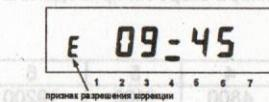

Рисунок 4.6
4.2.4.3 Окно "Ручная коррекция хода часов" (рисунок 4.6)